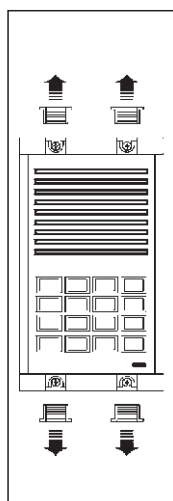

Figura 26
- Solte as tampas plásticas, indicadas pelas setas (ver figura 26), estas tampas escondem 4 parafusos.